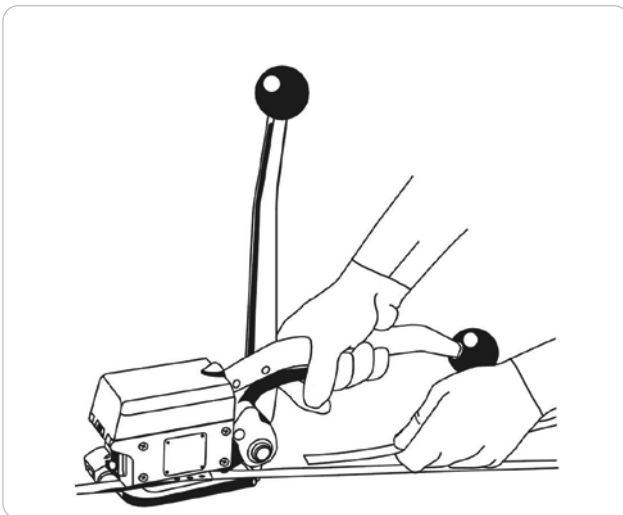

Figure 5
7. Tenez l'extrémité coupée avec votre main gauche et soulevez la bascule avec votre main droite. Tirez l'extrémité de la ceinture hors de l'appareil par le côté gauche. Guidez l'outil vers le droit à partir du cerclage (Figure 5).